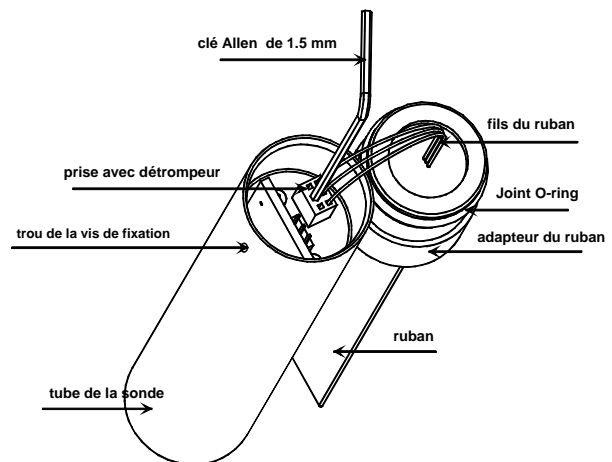

Figure 7-8
- Voir Figure 7-8.
- Avec une main tenir la sonde et l'adaptateur dans la position indiquée sur la Figure 7-8.
- Avec l'autre main guider le connecteur à l'intérieur du tube de la sonde à l'aide de la clé Allen de 1.5 mm et l'insérer dans la prise du circuit électronique. Noter qu'il n'y a qu'un sens de connection. Les fils doivent être placés côté opposé de la carte électronique comme le montre la Figure 7-8.